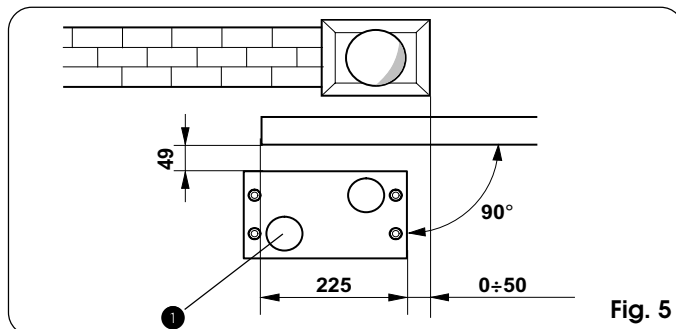
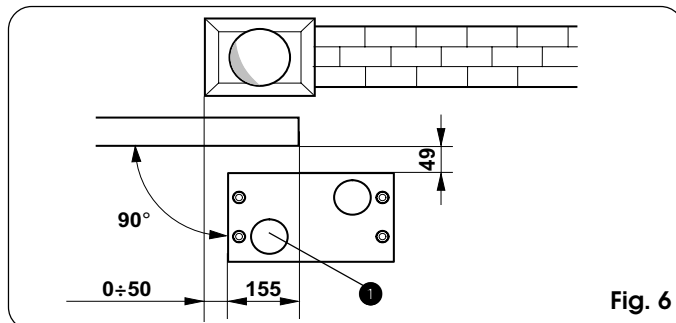

Fig. 5
Fig. 6
- 2) La plaque de fondation doit être positionnée d'après la Fig.5 (fermeture droite) ou la Fig.6 (fermeture gauche) pour garantir un bon engrènement entre le pignon et la crémaillère.